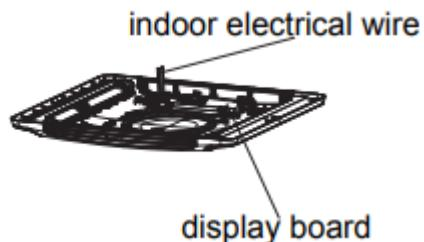

Figure 7
2. Comme le montre la figure 7, l'unité intérieure possède un jeu de fils de signal de commande, avec 1 borne de câblage au total.